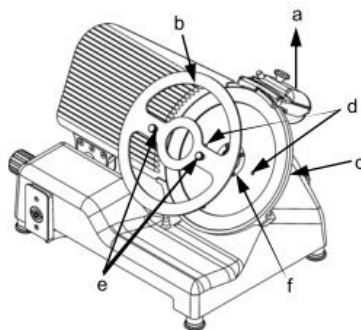

Fig. 32
- retire el afilador del aparato (a, fig. 32);
- por medio del regulador de corte (11) abra el panel móvil de espesor de corte (16) para poder instalar una herramienta para la sustitución de la cuchilla en la cuchilla (1) (b, fig. 32);
- instale la herramienta para la sustitución de la cuchilla (b, fig. 32) en la cuchilla (1) y ajuste según el anillo de seguridad de la cuchilla (c, fig. 32);
- los orificios (d, fig. 32) deben coincidir con dos espigas de la herramienta para la sustitución de la cuchilla (e, fig. 32), para ello, gire la cuchilla (1) hasta que se alcance esta posición;
- enrosque ligeramente dos espigas del dispositivo de cuchilla (e, fig. 32);
- desenrosque cuatro tornillos (f, fig. 32) que bloquean la cuchilla (1) con un destornillador adecuado;
- retire la cuchilla (1) por medio de la herramienta para la sustitución de la cuchilla (b, fig. 32);
- Limpie la parte trasera de la cuchilla (1) y el anillo de seguridad de la cuchilla (3) por medio de un paño húmedo y detergente de limpieza neutro..
- Una vez hecha la limpieza, instale la cuchilla (1) en el aparato por medio de 4 tornillos (f, fig. 32), el anillo de seguridad de la cuchilla (3) y la protección de la cuchilla (2) manteniendo la posición adecuada.